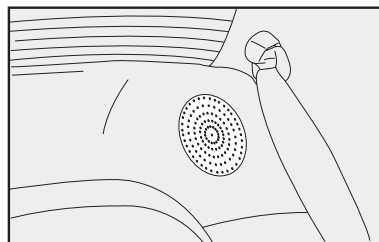
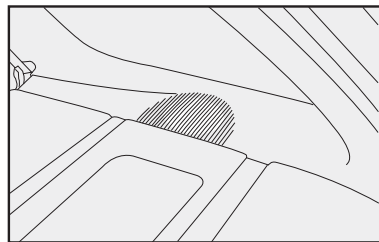

fig. 136
fig. 137
- Altoparlantes traseros **fig. 136** (Siena) y **fig. 137** (Palio Weekend).